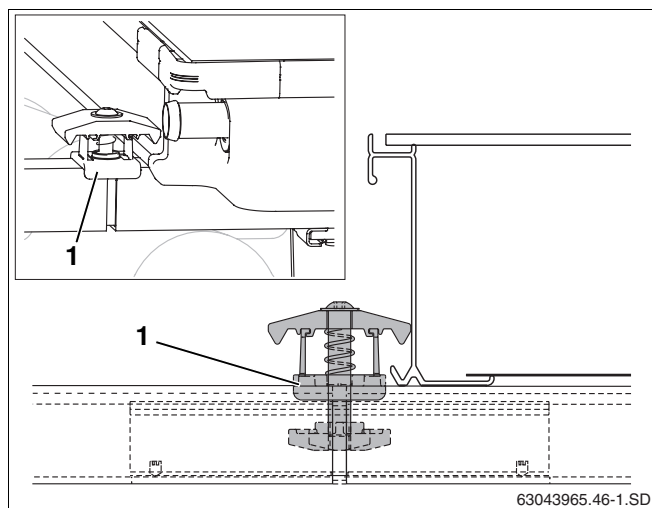

Fig. 45 Montage de la fixation double
- ▶ Poser la fixation double avec l'écrou dans l'ouverture du rail profilé de manière à ce que la patte d'écartement en plastique (fig. 45, **pos. 1**) enveloppe le rail profilé.